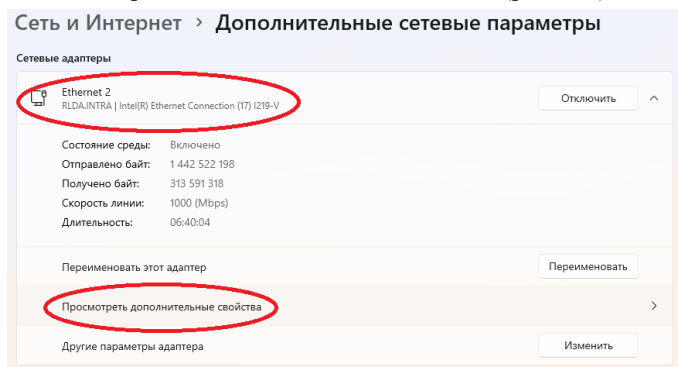

Рис. 1.3. Открытие свойств сетевого соединения
- зайти в свойства сетевого подключения, выбрав в выпадающем списке пункт «Посмотреть дополнительные свойства» (рис. 1.3)